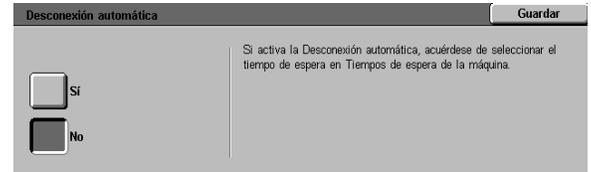

Figura 37: Desconexión automática
- En la pantalla Desconexión automática (Figura 37), pulse el botón Activada o Desactivada.